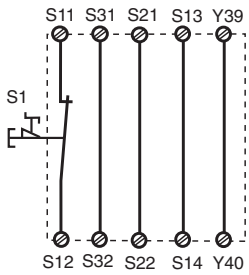
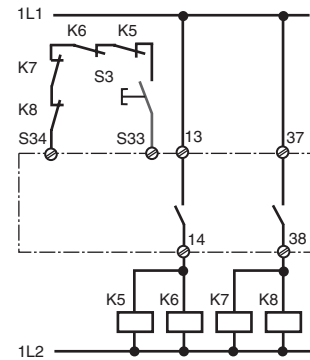

Fig. 2: Circuito de entrada monocal, rearme automático/Circuito di ingresso monocale, start automatico/Eenkanalig ingangscircuit, automatische start
Fig. 10: como la Fig. 9 con rearme supervisado/come fig. 9 con start controllato/zoals fig. 9 met bewaakte start
En las Fig. 2 ... a Fig. 10 se presentan ejemplos de conexión para modo de conexión de parada de emergencia con rearme automático y supervisado, control de puerta protectora así como
In Fig. 2 ... Fig. 10 sono riportati degli esempi di collegamento per il cablaggio dell'arresto di emergenza con start automatico e controllato, controllo ripari mobili, nonché l'aumento del numero dei contatti mediante relè esterni.
In fig. 2 ... 10 worden aansluitvoorbeelden gegeven van noodstop-schakelingen met automatische en bewaakte start, hekbewakingen en contactvermeerdering d.m.v. externe magneetschakelaars.
- Fig. 2 y 7: **no hay** conexión S33-S34
- Fig. 2 e 7: **nessun** collegamento S33-S34
- Fig. 2 en 7: **geen** verbinding S33-S34